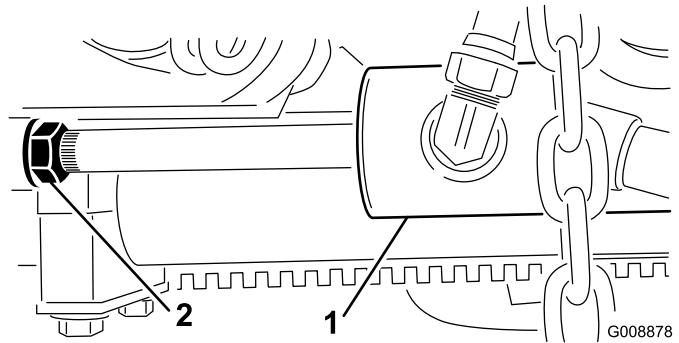

Figura 12
- B. Allentate il controdado sul cilindro (Figura 12).